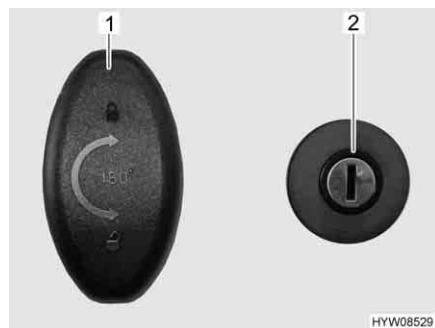

Fig. 57 Serratura della porta (porta del garage)
- Inserire la chiave nel cilindro della serratura (Fig. 57,2) e ruotare in senso orario. La chiusura centralizzata è sbloccata.
- Girare la maniglia della serratura (Fig. 57,1) in senso antiorario di un mezzo giro e aprire la porta del garage.
- Girare la maniglia della serratura (Fig. 57,1) in senso antiorario di un mezzo giro.
- Inserire la chiave nel cilindro della serratura (Fig. 57,2) e ruotare in senso antiorario. La chiusura centralizzata è bloccata.